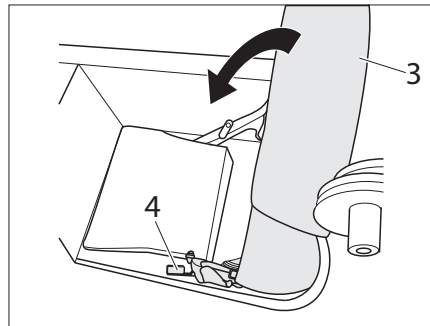

Bild 209 Flytta ryggstödet till förvaringslådan
- Tryck på spak 2 (Bild 209,4) och flytta ryggstödet till (Bild 209,3) förvaringslådan.